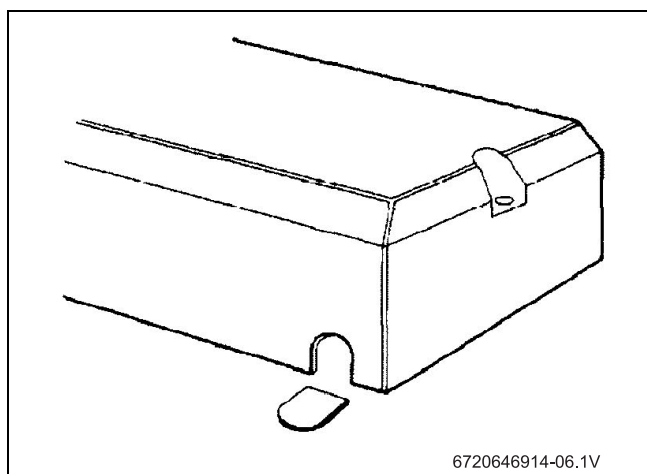

Fig. 7 Cubierta de la unidad
- Si va a ser a través de la cubierta inferior, corte el saliente de plástico para exponer la funda de goma (Fig. 7):